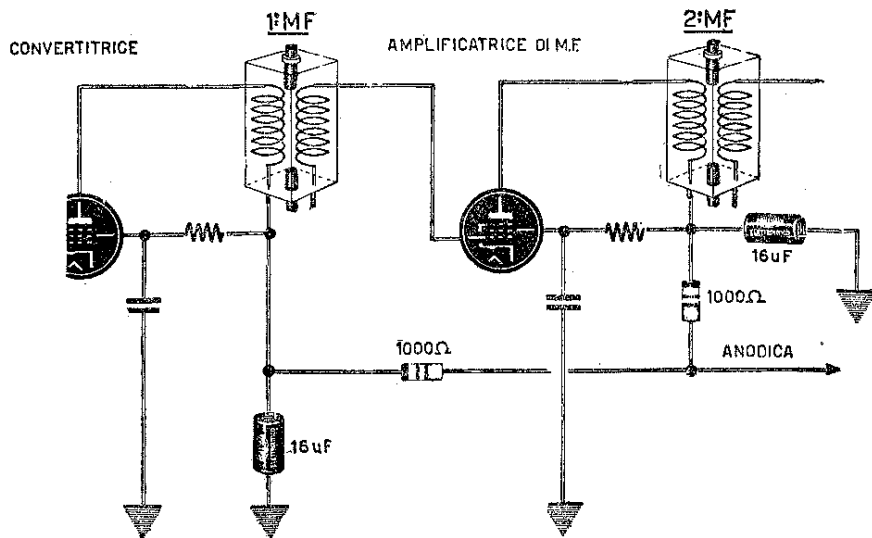

Fig. 127
**358** Accoppiamenti spuri tra stadio di BF e quello di AF o MF. In questi casi il difetto verrà eliminato disaccoppiando gli stadi di AF e MF da quello di BF e alimentando gli anodi con una resistenza del valore di 1000 ohm 1 watt, a sua volta disaccoppiata da un condensatore elettrolitico della capacità di 16 mF (vedi fig. 127).